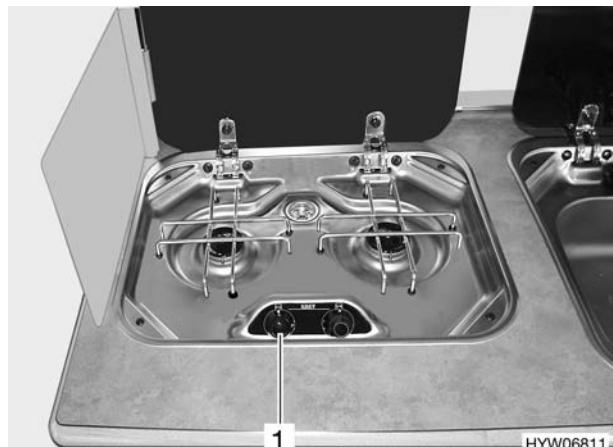

Fig. 86 Elementi di comando del fornello a gas
- Girare il pomello girevole (Fig. 86,1) degli apparecchi a fiamma libera desiderati in posizione accesa (fiamma alta).